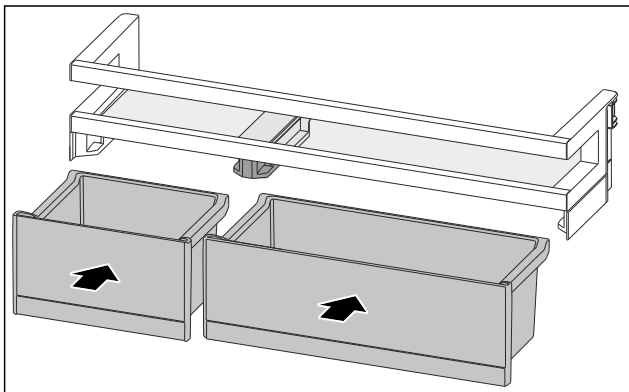

Fig. 169
- ▶ VarioBoxen in getauschter Anordnung einsetzen. (siehe Fig. 169)